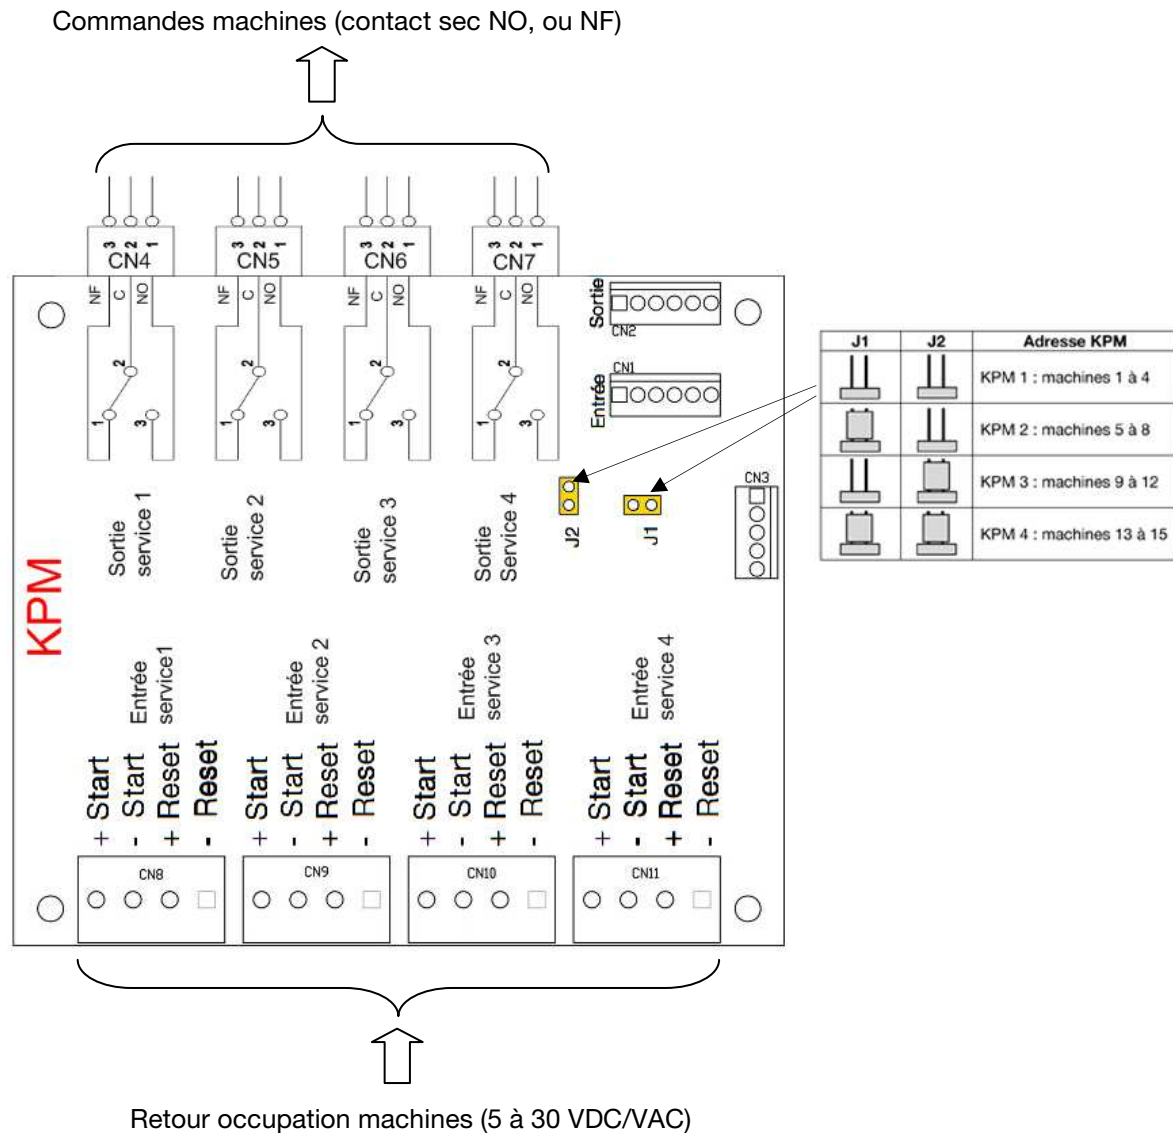

Fig. 12
N.B. Dans le cas d'ajout de cartes KPM (2 supplémentaires maximum), penser à les configurer à l'aide des cavaliers J1 et J2 (Fig. 12).